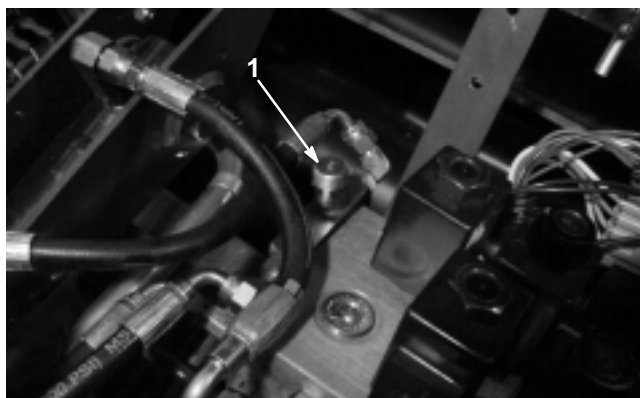

Figure 53
Le circuit de relevage/descente des plateaux de coupe de cette machine est muni d'un régulateur de débit (Fig. 53). Celui-ci est ouvert en usine d'environ 3 tours. Il faut cependant parfois le régler pour compenser les différences de températures de l'huile hydraulique, des vitesses de tonte, etc. Dans ce cas, procédez comme suit :
1. Soulevez le siège et repérez le régulateur de débit du bâti de traction central (Fig. 53) situé près du collecteur hydraulique.